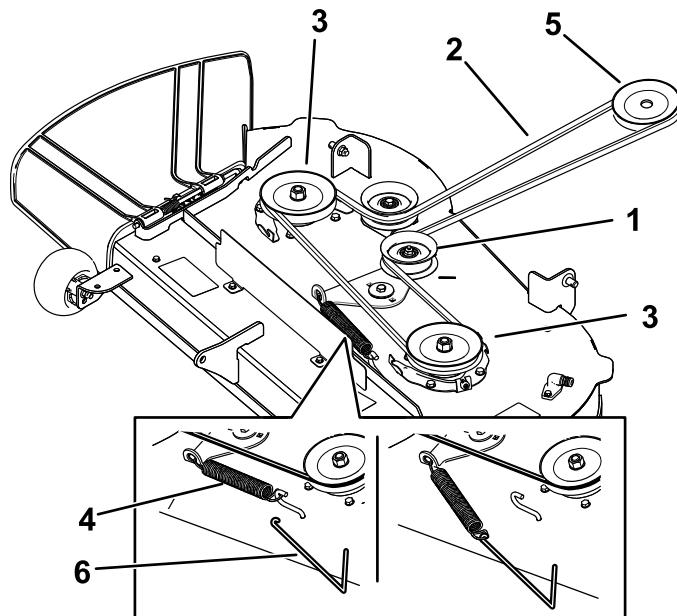

Figure 52
6. À l'aide d'un outil de dépose de ressort (réf. Toro 92-5771), décrochez le ressort du crochet sur le tablier pour détendre la poulie de tension et déchaussez la courroie des poulies (Figure 52).
7. Acheminez la courroie neuve autour de la poulie du moteur et des poulies du tablier de coupe (Figure 52).
8. À l'aide d'un outil de dépose de ressort (réf. Toro 92-5771), accrochez le ressort au crochet situé sur le tablier, afin d'exercer une tension sur la poulie de tension et la courroie du tablier de coupe (Figure 52).